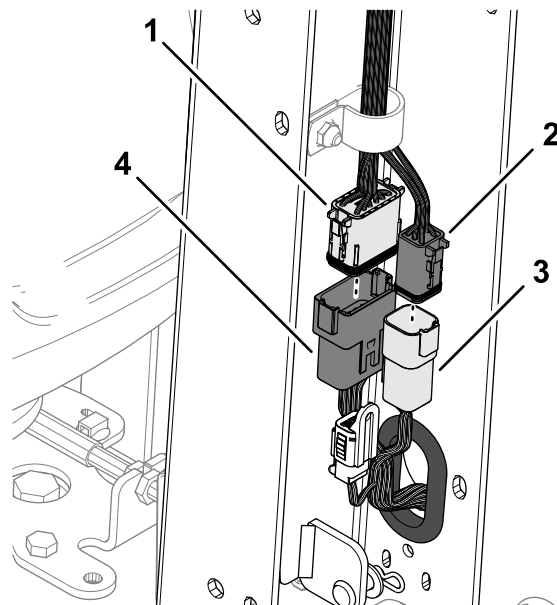

Figura 9
2. Enchufe el conector de 12 pines del arnés de la máquina en el conector hembra de 12 vías del arnés de cables del manillar (Figura 9).